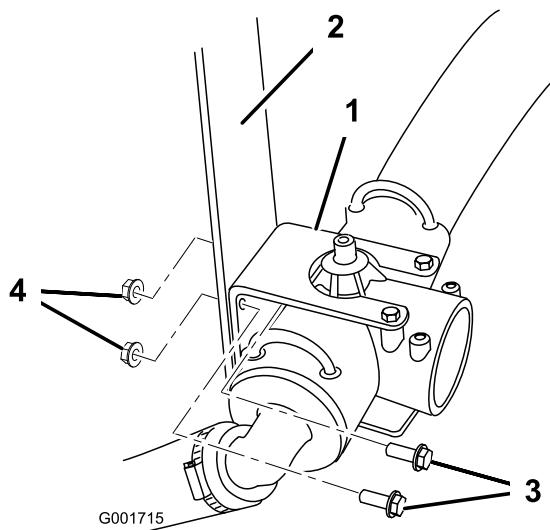

Bild 7
2. Entfernen Sie die zwei Schrauben und zwei Muttern, mit denen der Zufuhr-T-Anschluss und die Befestigungshalterung des T-Anschlusses am Fahrzeug befestigt sind (Bild 7). Bewahren Sie die Befestigungsteile für eine spätere Verwendung auf.